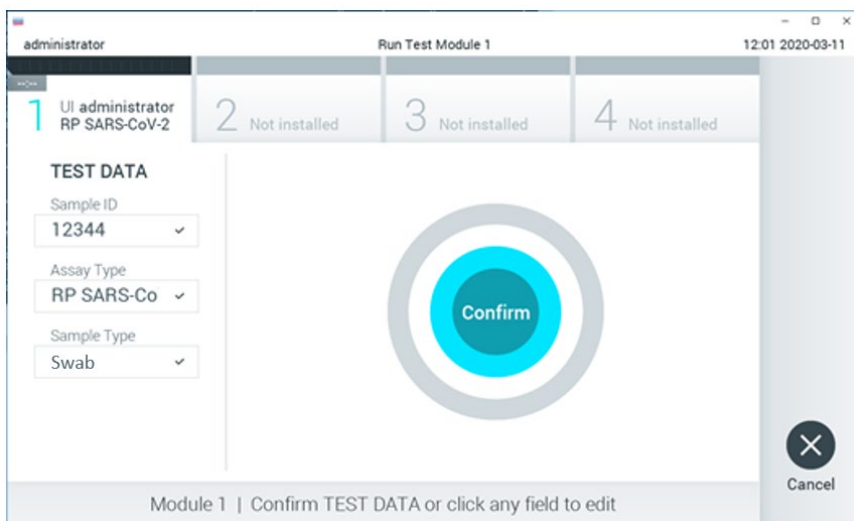

Figure 14. Confirmation de la saisie des données.
10. Appuyez sur Confirm (Confirmer) lorsque toutes les données affichées sont correctes. Si nécessaire, sélectionnez le champ correspondant pour modifier son contenu ou appuyez sur Cancel (Annuler) pour annuler le test (figure 14).